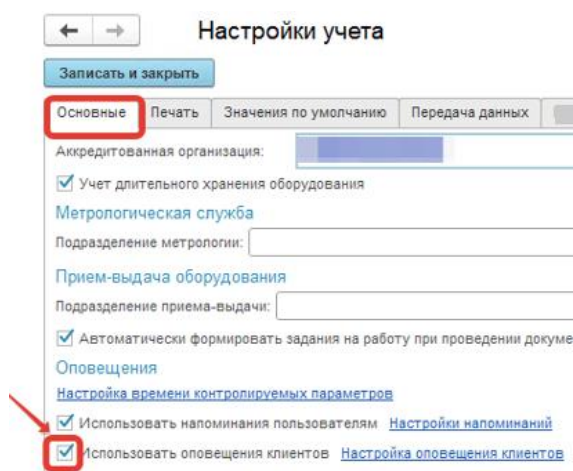

Рисунок 1
1. В настройках учета, раздел: **Главное - Сервис - Настройки учета**, на закладке «Основные» установить флаг "Использовать оповещения клиентов". (Рисунок 1)